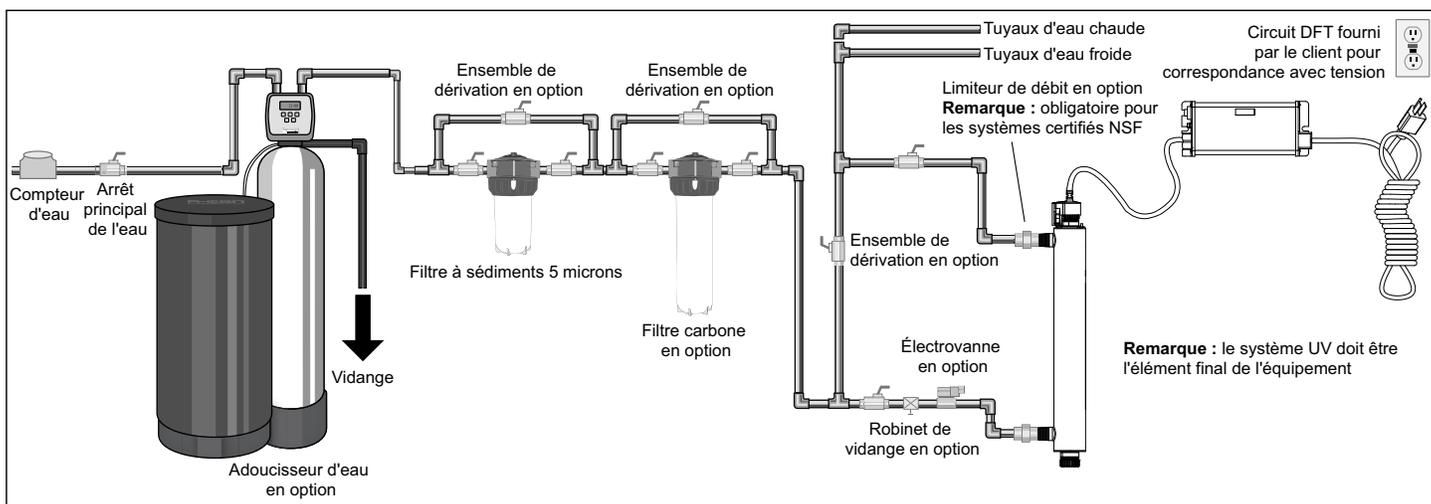

Figure 3 Système UV
1. La **Figure 3** décrit l'installation d'un système de UV et des composants connexes qui peuvent être utilisés pour l'installation. L'utilisation d'un ensemble de dérivation est recommandée dans le cas où le système nécessite une maintenance « hors ligne ». Dans ce cas, notez que le système nécessite une désinfectante supplémentaire pour le système de distribution si de l'eau est utilisée pendant la dérivation. De plus, pendant la dérivation, l'eau NE sera PAS traitée et une étiquette « NE PAS CONSOMMER L'EAU » doit physiquement être installée sur l'ensemble de dérivation jusqu'à ce que le système soit assaini et à nouveau en service. Pour plus d'informations, consultez la **Section 3.2**. Si l'eau doit être consommée pendant que le système est hors ligne, l'eau doit être bouillie pendant deux minutes avant d'être consommée.